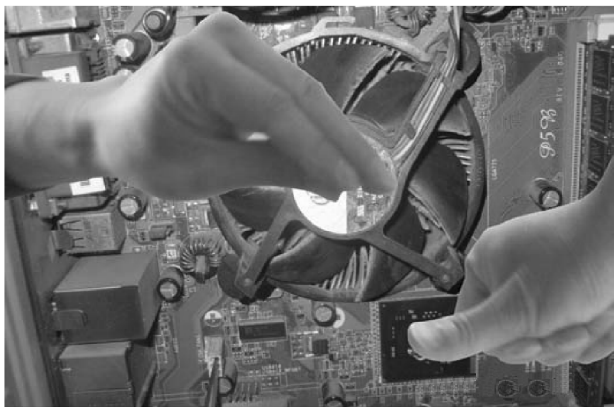

图 5-34 检查北桥芯片或 CPU 座是否虚焊示意图
③ 若 AGP 插槽的电压和复位均不正常, 则应对下列部位进行检测。
① 如图 5-34 所示, 用手挤压北桥芯片和 CPU 座, 检查北桥芯片或 CPU 座是否虚焊。